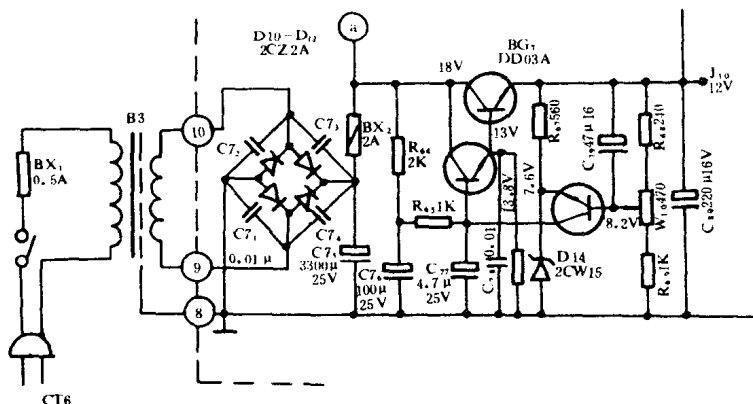

图 1-1
2. 检查稳压电路。测量 12 V 稳压输出电压为 11.7 V，调 W 10（见图 1-1）电压只能升高至接近 12 V，说明稳压电路有故障或负载太重。测量总电流正常，表明故障在稳压